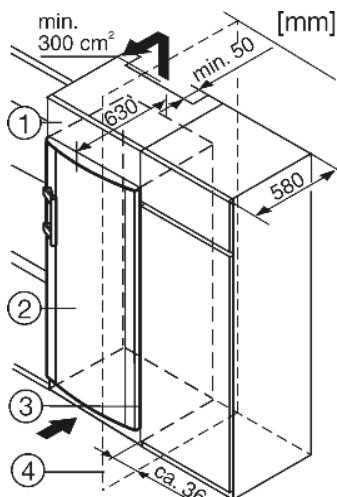

Fig. 8
- (1) Élément haut
(2) Appareil
(3) Placard de cuisine
(4) Mur
Lors de la transformation avec des placards de cuisine normalisés (profond. max. 580 mm) l'appareil peut être placé directement à côté du placard Fig. 8 (3). La porte de l'appareil saillit latéralement de 34 mm et au milieu de l'appareil de 50 mm par rapport à la face avant du placard de cuisine. Ainsi, elle se laisse ouvrir et fermer sans problèmes.
Si l'appareil est installé avec les charnières à côté d'un mur Fig. 8 (4), la distance entre l'appareil et le mur doit être de 50 mm min. Ceci correspond à la saillie de la poignée lorsque la porte est ouverte.